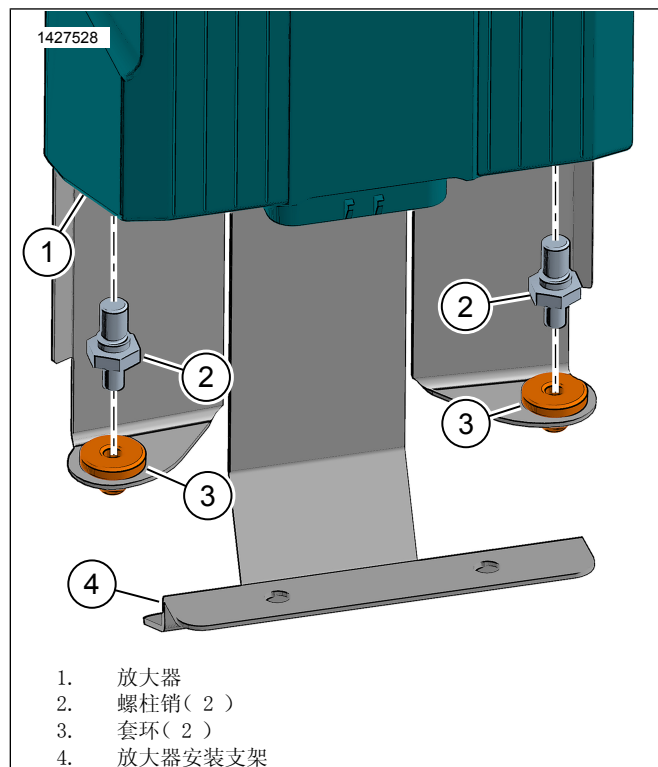

图12。放大器螺柱针
4. 参见图 12。将套环 (3) 安装到放大器安装支架 (4) 上。
5. 将螺柱针 (2) 安装到放大器 (1) 上。拧紧。